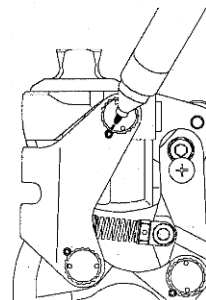

Fig. 3
a) Pour prendre un repère quant au degré de serrage des boulons dentés, faire une marque sur le fond de filet du bouton **A** qui est en contact avec la vis de serrage (figure 3).